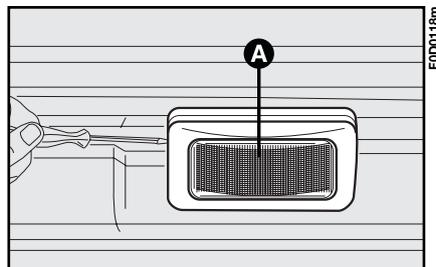

fig. 31
1) à l'aide d'un tourne vis enlever le transparent **A-fig. 31**, monté par pression, comme indique la figure;